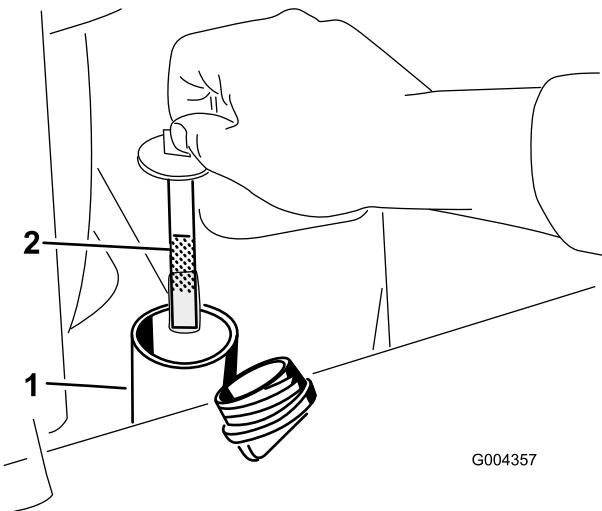

Bild 62
5. Entfernen Sie den Deckel des Hydraulikbehälters und den Peilstab (Bild 62).